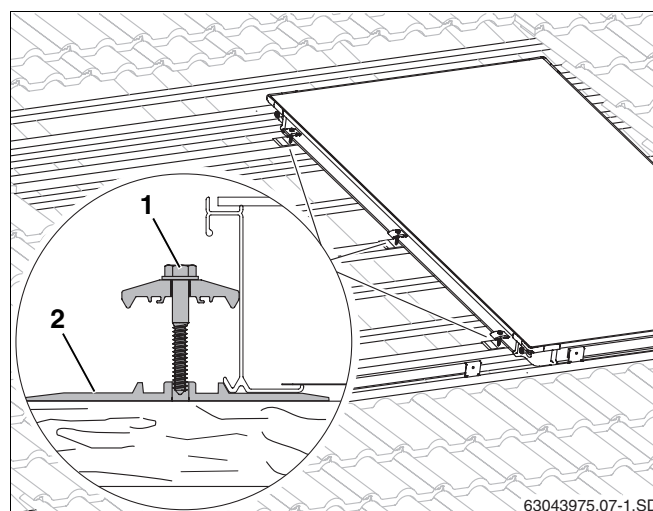

Рис. 26 Двухсторонний прижим на первом коллекторе
- Слегка приподнять коллектор и сдвинуть под него подкладные пластины (рис. 26, **поз. 2**) с двухсторонним прижимом на 2-й и 3-ей дополнительной рейке, а также в середине коллектора на имеющейся рейке так, чтобы выступ уперся в край коллектора.
- Для винта (рис. 26, **поз. 1**) нужно заранее просверлить отверстие сверлом 4 мм. Для разметки используйте насечки на подкладных пластинах.